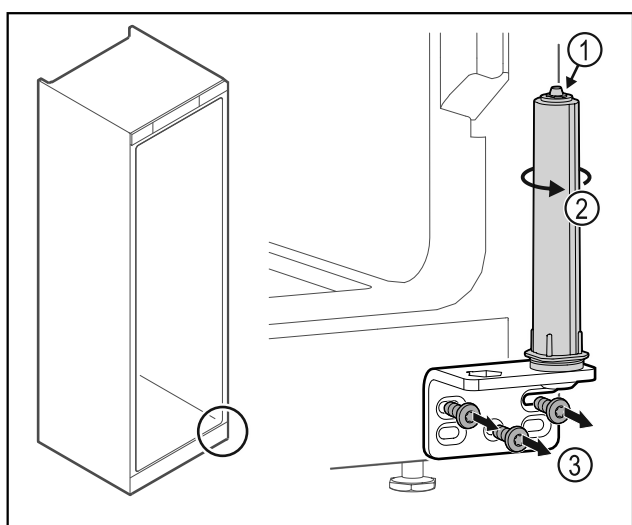

Fig. 31
- ▶ Du må ikke adskille dørlukkesystemet Fig. 31 (1).
- ▶ Drej lukkesystemet Fig. 31 (2), indtil det klikker.
- ▶ Skru hængselvinklen Fig. 31 (3).